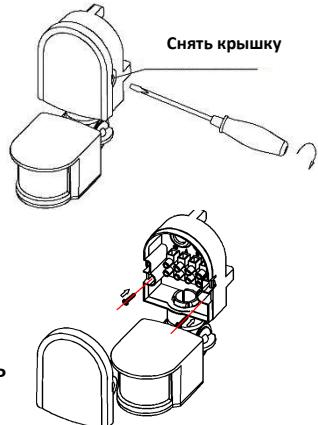

Рис.5
- Снимите переднюю крышку датчика с помощью отвертки рис.5.
- Закрепите датчик на опорной поверхности, используя крепежный комплект рис.5.